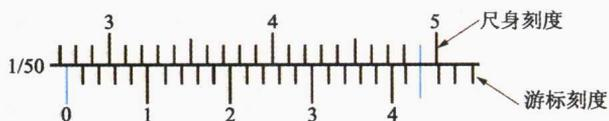

图 1-16 游标卡尺刻度
(2) 游标卡尺读数。如图 1-16 所示, 先读尺身标线的尺寸, 再加游标尺寸, 即为量测尺寸。因为本例为 1/50 mm 精度 (即精度为 0.02 mm) 游标卡尺, 故游标每刻度为 0.02 mm。